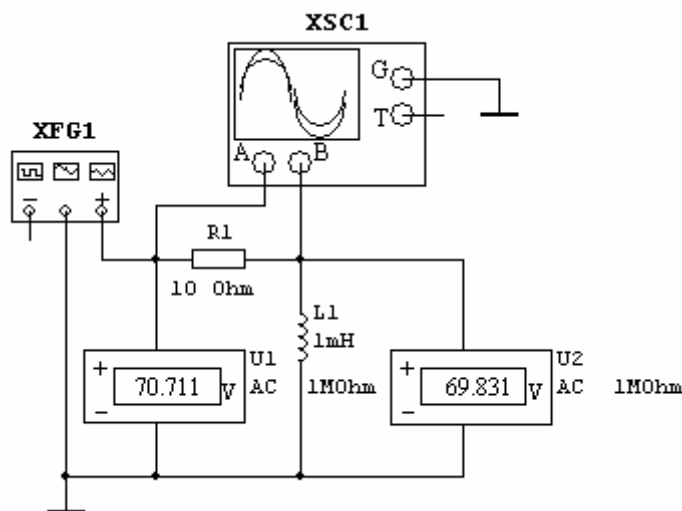
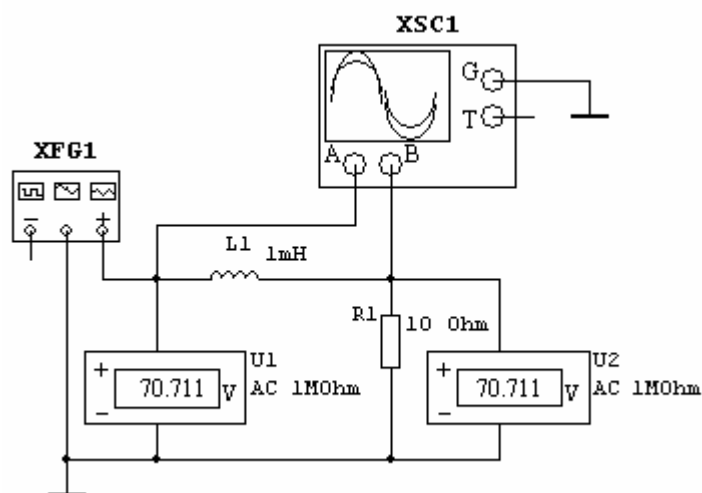

Рис.6.10. Схема виртуального эксперимента и численного анализа для определения частотных характеристик RL - цепи
Рис.6.11. Схема виртуального эксперимента и численного анализа для определения частотных характеристик LR - цепи
6.2.В.1. Сформировать схему для проведения виртуального эксперимента и численного анализа согласно рис.6.10.
6.2.В.3. Разместить все элементы и соединить их между собой согласно схеме рис.6.10 (см. п.п.1.2.Б.13, 6.2.Б.3).
6.2.В.16. Сформировать схему для проведения виртуального эксперимента и численного анализа согласно рис.6.11.
- Схему рис.6.11 целесообразно формировать на основе схемы рис.6.10.
- Входной переменной цепи (рис.6.11) остается синусоидальное напряжение на выходе генератора $XFG1$.
6.2.В.18. Провести виртуальный эксперимент и численный анализ для цепи рис.6.11 аналогично п.п.6.2.В.9, ..., 6.2.В.12.
6.2.В.23. Сравнить частотные характеристики и свойства цепей рис.6.10 и 6.11.
6.2.В.24. Сопоставить между собой частотные характеристики и частотные свойства RL и RC цепей (рис.6.8, 6.9 и рис.6.10, 6.11). Сделать выводы.